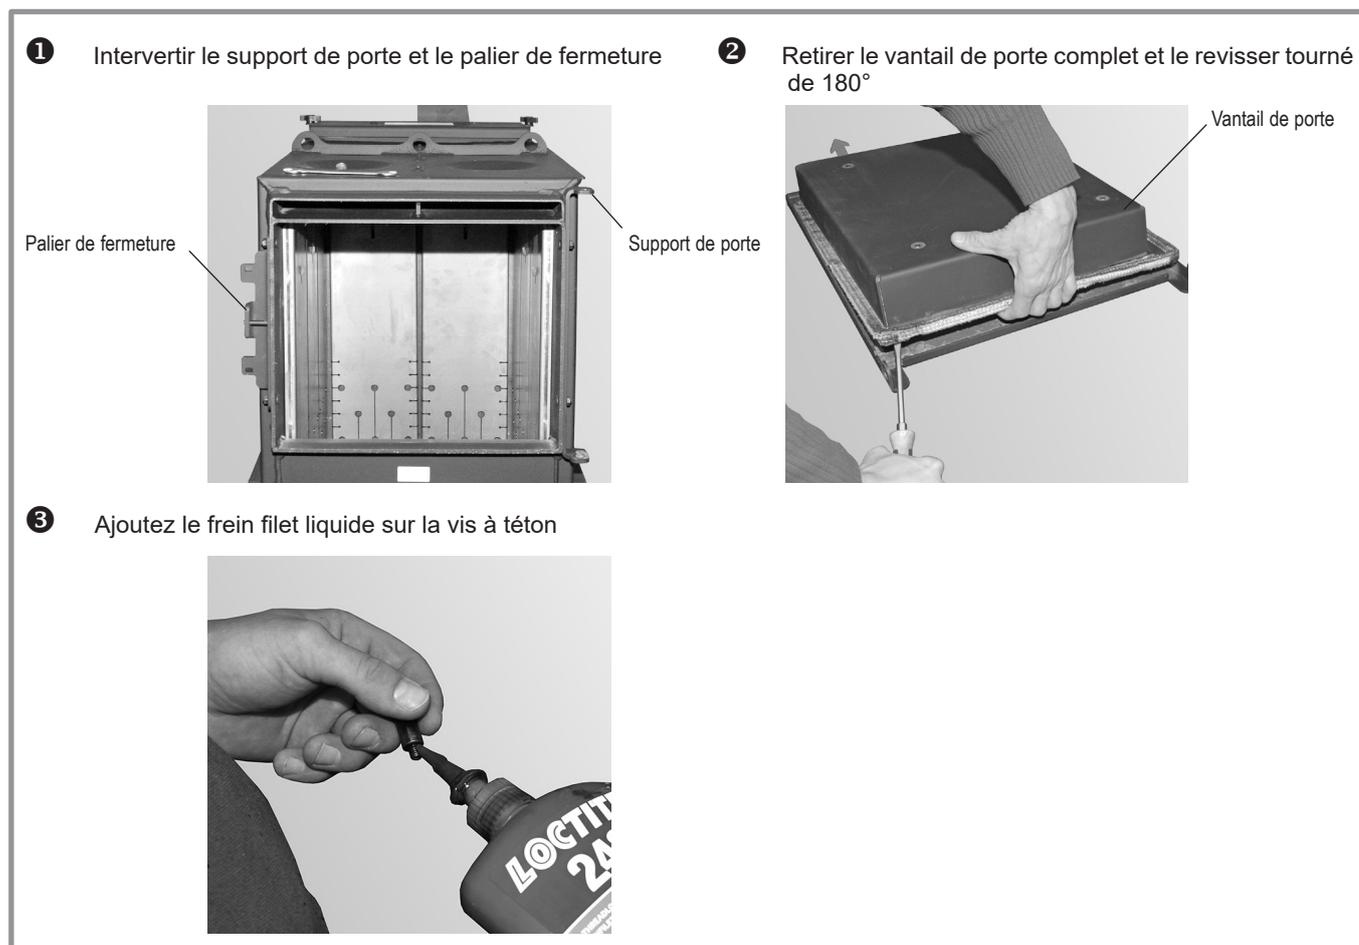

fig. 11 - Butée porte de remplissage
- Dévisser le support de porte et le palier de fermeture du corps de la chaudière et les revisser en les intervertissant *fig. 11 - ①*.
- Pour la porte de remplissage, retirer quatre vis du vantail de porte et enlever le vantail complet (*fig. 11 - ②*), tourner de 180° et revisser avec des vis de fixation.
Pour que la vis à téton de la poignée de porte ne se desserre pas pendant l'utilisation, elle doit être fixée avec du frein filet liquide *fig. 11 - ③*.
Pour que la vis à téton de la poignée de porte ne se desserre pas pendant l'utilisation, elle doit être fixée avec du frein filet liquide – *fig. 11 ③*